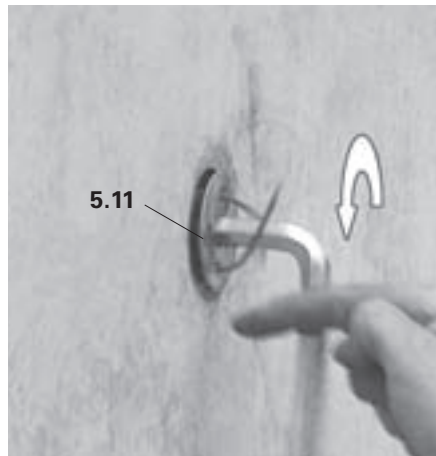

Fig. B1.16
2. Remover a placa de posicionamento M24 (5.11) do cone com uma chave Allen SW14. (Fig. B1.16)